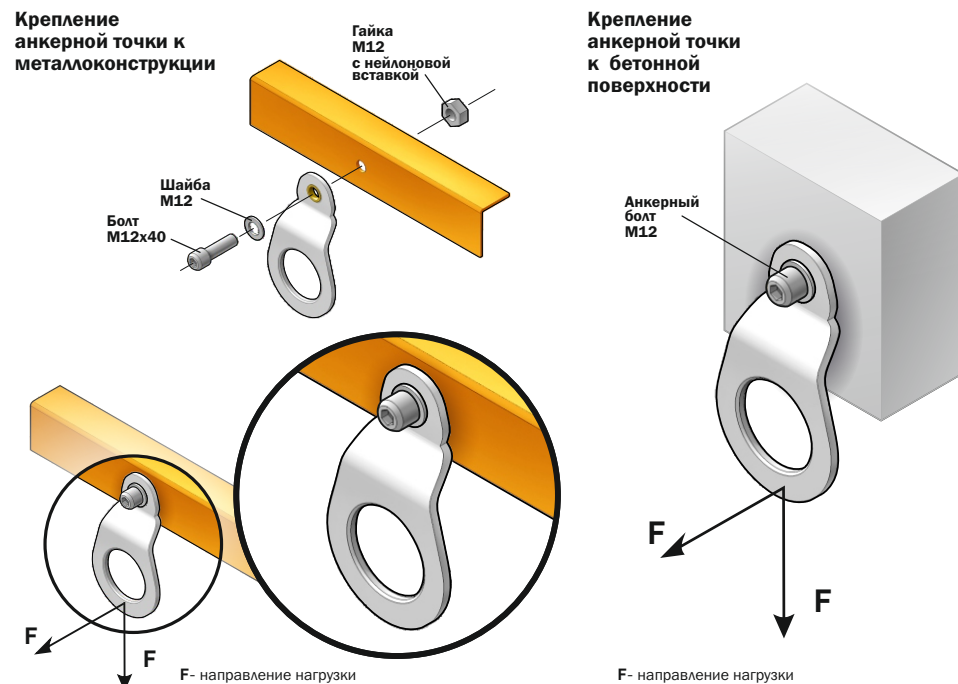

Рис. 5 Установка (монтаж) анкерной точки.
2. Установка анкерного устройства должна проводиться в соответствии с правилами выполнения механических и строительных соединений. Для монтажа на металлический профиль следует использовать крепежные элементы М12, для монтажа в бетон - химический анкер М12 (рис. 5). Длину винтов следует подбирать в соответствии с толщиной соединяемых элементов.